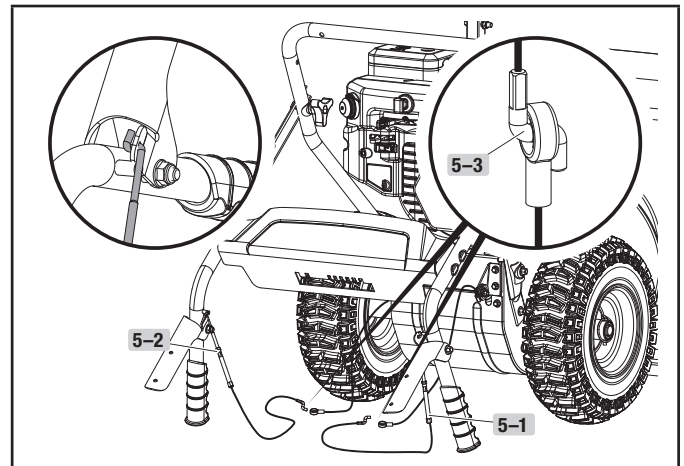

Figure 5
2. Rabattez la poignée vers l'arrière (il faudra un peu de force pour plier vers l'arrière) et connectez le CÂBLE DE COMMANDE DE LA CONDUITE AUTOMATIQUE (5-1) à droite et le CÂBLE DE COMMANDE DE LA TARIÈRE à gauche. (figure 5)
3. Insérez les serre-fils (5-3) ensemble et tirez pour vous assurer qu'ils est connecté. (figure 5)